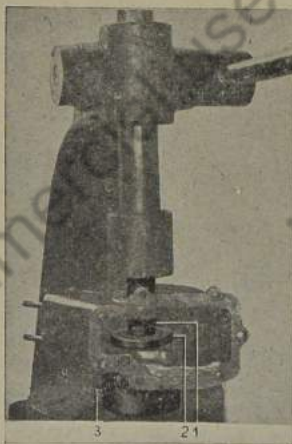

Bild 330: Zylinderrollenlager aus Zwischenradgehäuse herausdrücken
10. Zylinderrollenlager auf Hebelpresse aus dem Zwischenradgehäuse herausdrücken (Bild 330).